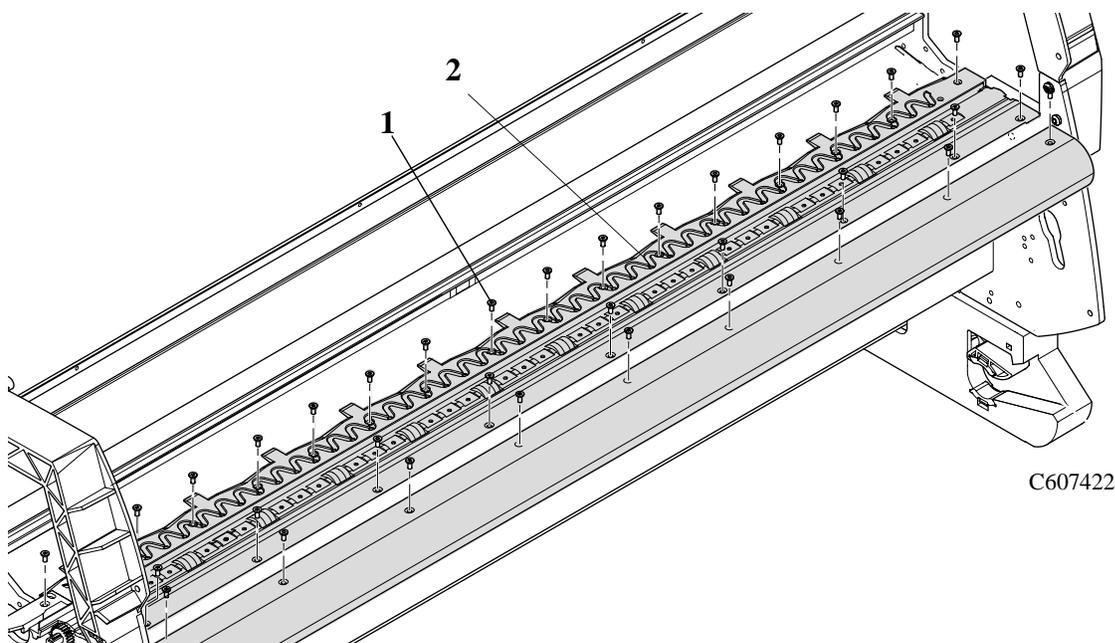

Figura 68: "Platen Assembly"
2. Quite los veintinueve tornillo T-10 (ítem 1) del "platen assembly" (ítem 2) y quite el "platen assembly" (Véa Figura 68).